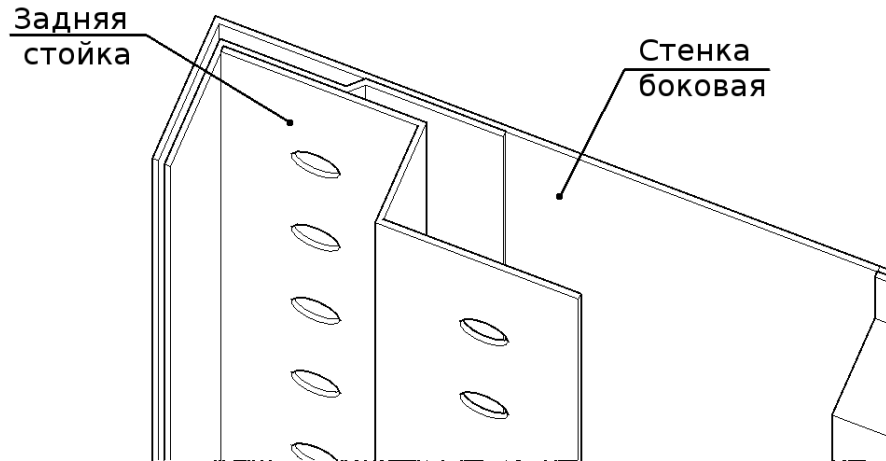
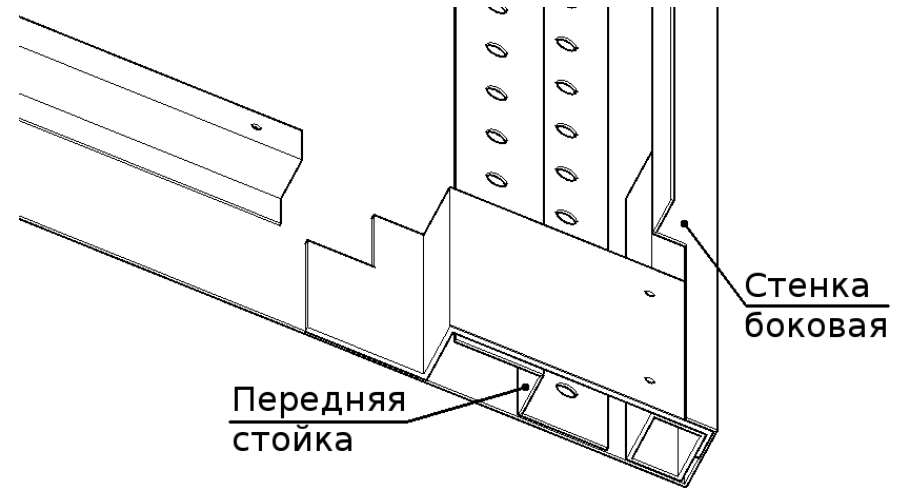

Рис. 1. Установка задней стойки.
Рис. 2. Установка передней стойки.
2. Положите две стойки на внутреннюю сторону боковой стенки. Задняя стойка должна лежать вплотную с задним краем боковой стенки (рис. 1), а передняя параллельно задней, но на 25 мм сдвинута от переднего борта боковой стенки. Нижний конец передней стойки пропустить в отверстие между стенкой и крепежной скобой для лицевой панели (рис. 2).